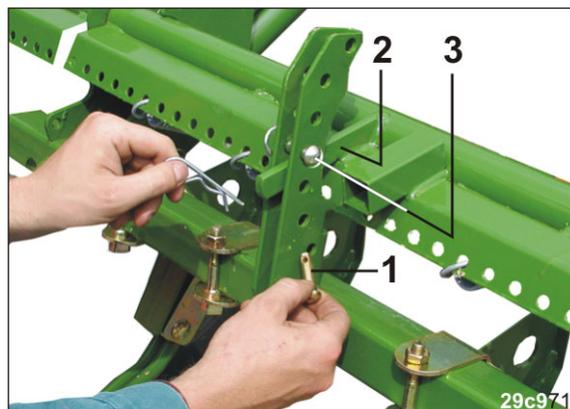

Рис. 193
- 1.3 Вставьте болт (Рис. 193/3) в отверстие над рычагом (Рис. 193/2) и застопорите пружинным фиксатором.
- 2.3 Вставьте болт (Рис. 193/1) в отверстие под рычагом (Рис. 193/2) и застопорите пружинным фиксатором.